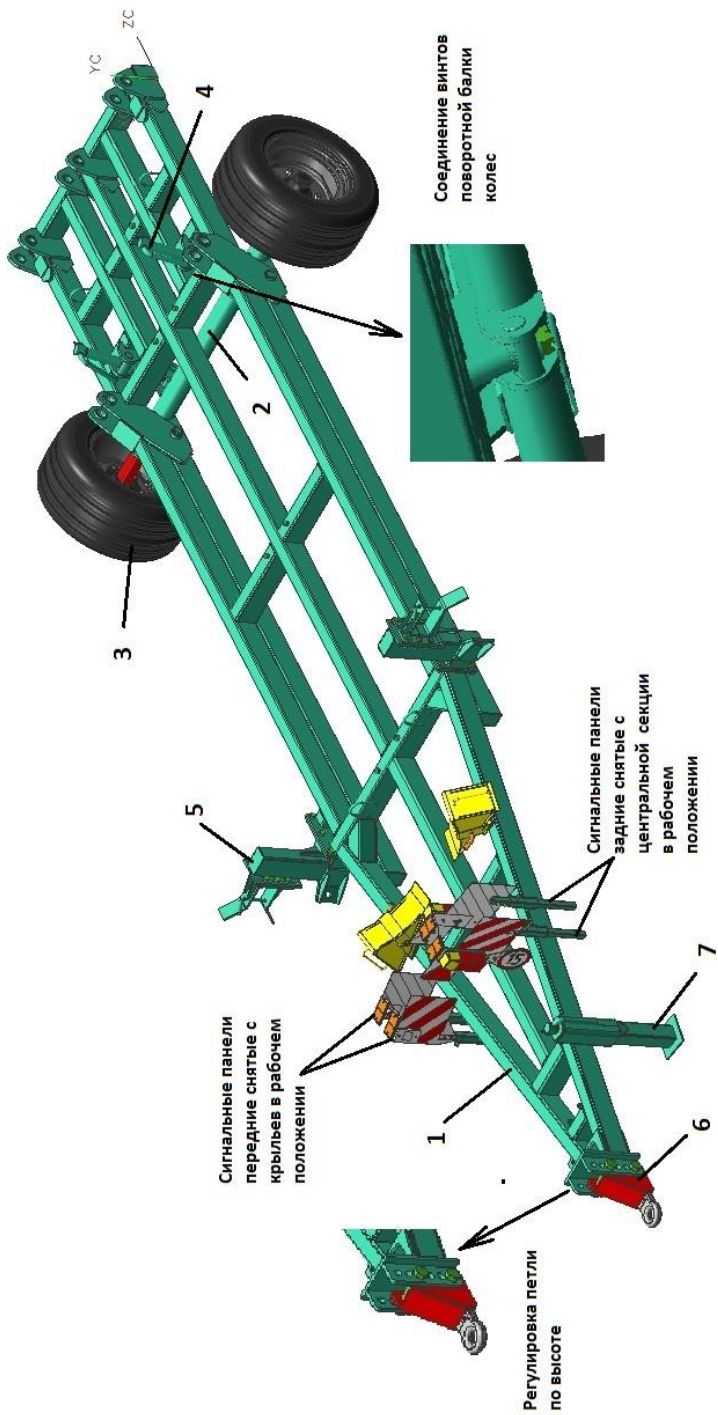

Рисунок 3 – Транспортная тележка
3.3 Транспортная тележка предназначена для передвижения культиватора при транспортировке. Состоит (рис. 3) из рамы 1, поворотной балки 2 с ходовыми колёсами 3 и регулировочными винтами 4, кронштейнов фиксации крыльев в транспортном положении 5, регулируемого по высоте прицепа 6, опора с винтовой регулировкой 7.
- соединить поворотную балку с регулировочными винтами (рис.3);
- соединить культиватор с трактором, переставляя прицеп на требуемое отверстие (рис. 3).
- снять передние сигнальные панели с крыльев культиватора и установить в кронштейны транспортной тележки (рис. 3);
- снять задние сигнальные панели с центральной секции, разъединить вилку с розеткой, и установить их в кронштейны транспортной тележки (рис. 3);